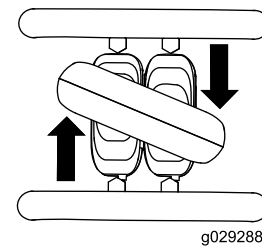

Bild 9
- Drehen Sie den Fahrerstriebshebel nach rechts, um nach rechts zu fahren (**Bild 9**).